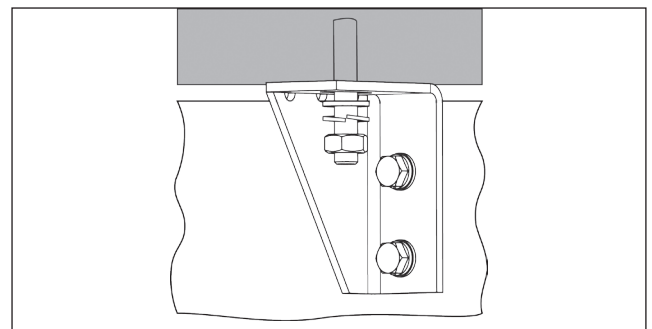

Рис. 9.1
- Крепление воздухоохладителей допускается только в предназначенных для этой цели крепёжных точках (Рис. 9.1);